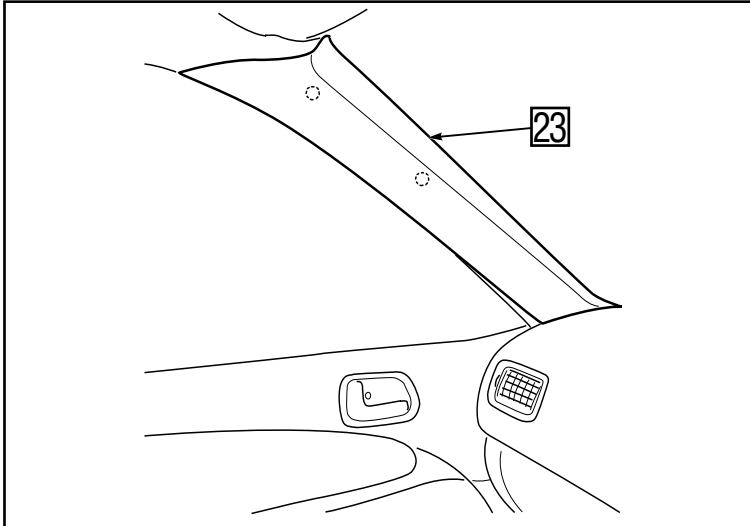

Abb. 46 - Fig. 46
- a) Remove the rubber weather seal ②④ .
- b) Route the tweeter wire harness ②③ behind the rubber weather seal ②④ .
- a) Enlevez le joint d'étanchéité en caoutchouc ②④ .
- b) Acheminez le faisceau de câbles du tweeter ②③ le long du bord avant de la garniture.
**DIE ANLEITUNG 1 - 7 (Abb. 46 - 52) AUF DER RECHTEN SEITE DES FAHRZEUGS WIEDERHOLEN**
**REPEAT THE INSTRUCTIONS 1 TO 7 FOR THE RH-SIDE PARTS (FIG. 46 - 52)**
**REPÉTEZ LES INSTRUCTIONS 1 A 7 POUR LE CÔTÉ DROITE DU VÉHICULE (FIG. 46 - 52)**